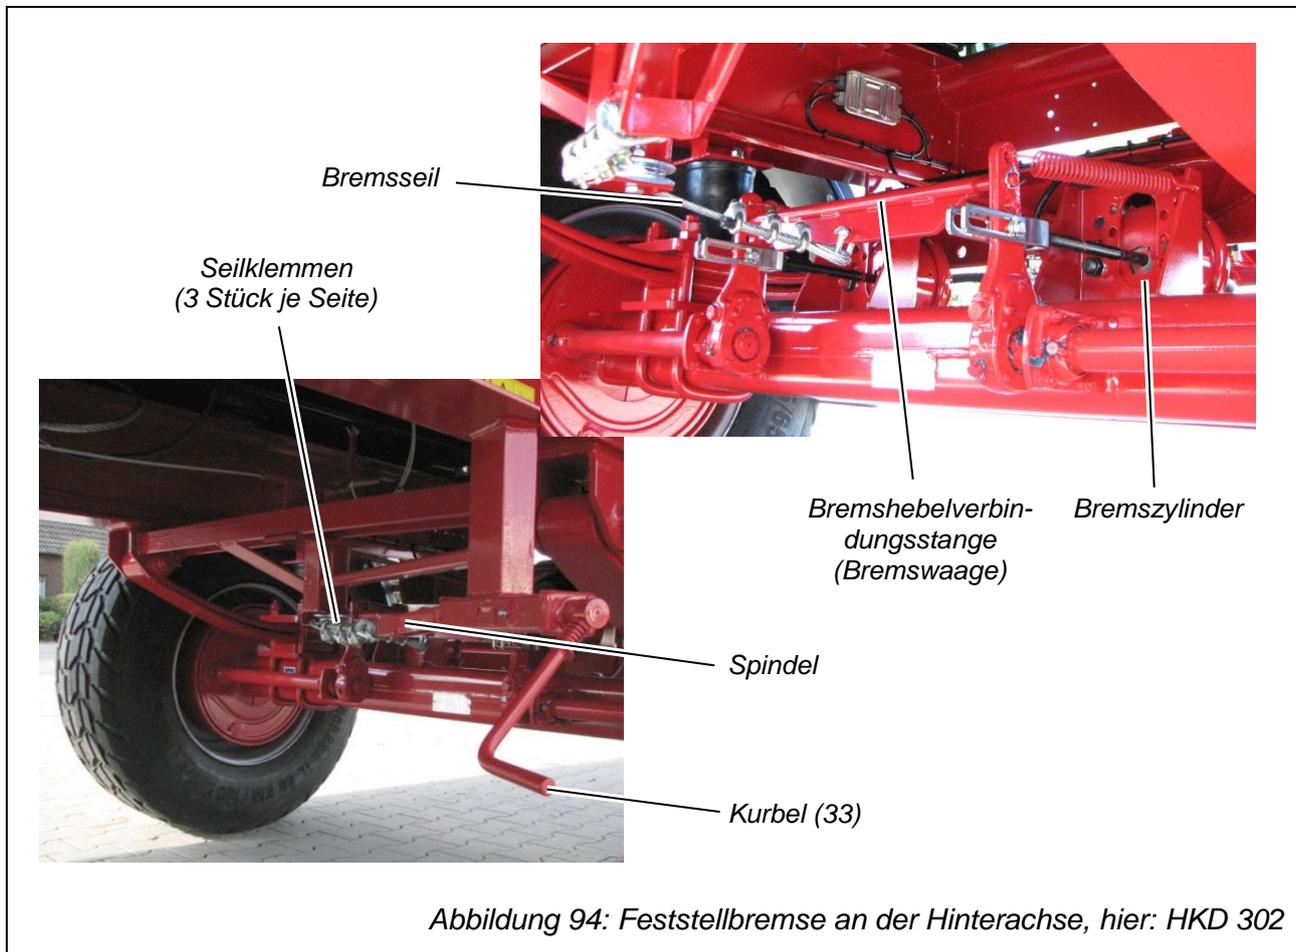

Abbildung 94: Feststellbremse an der Hinterachse, hier: HKD 302
⇒ Lösen Sie die 3 Seilklemmen einer Seite (siehe Abbildung 94).
⇒ Schrauben Sie die 3 Seilklemmen wieder fest an (siehe Abbildung 94, Seite 199).
- ⇒ Lösen Sie alle 6 Seilklemmen (siehe Abbildung 94) und setzen Sie die 6 Seilklemmen neu.
- ⇒ Schrauben Sie alle 6 Seilklemmen wieder fest an (siehe Abbildung 94, Seite 199).
- ⇒ Schrauben Sie alle 6 Seilklemmen fest an (siehe Abbildung 94, Seite 199).